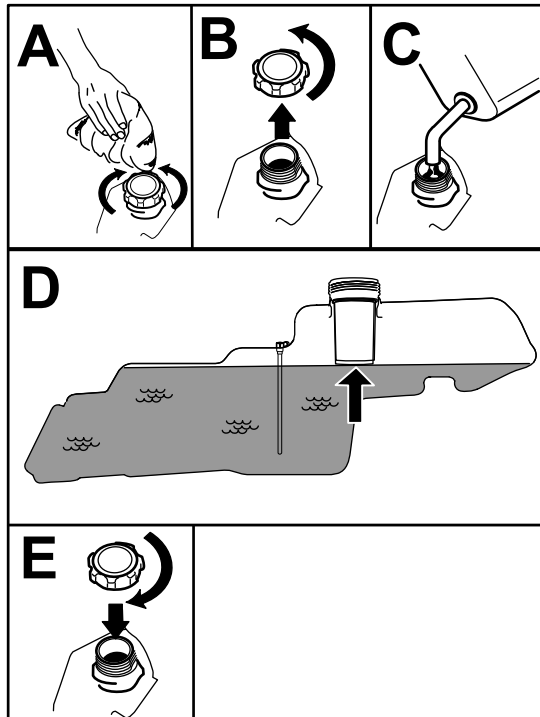

Figura 7
5. Llène el depósito de combustible hasta la parte inferior del cuello de llenado (Figura 7). No llene completamente el depósito de combustible